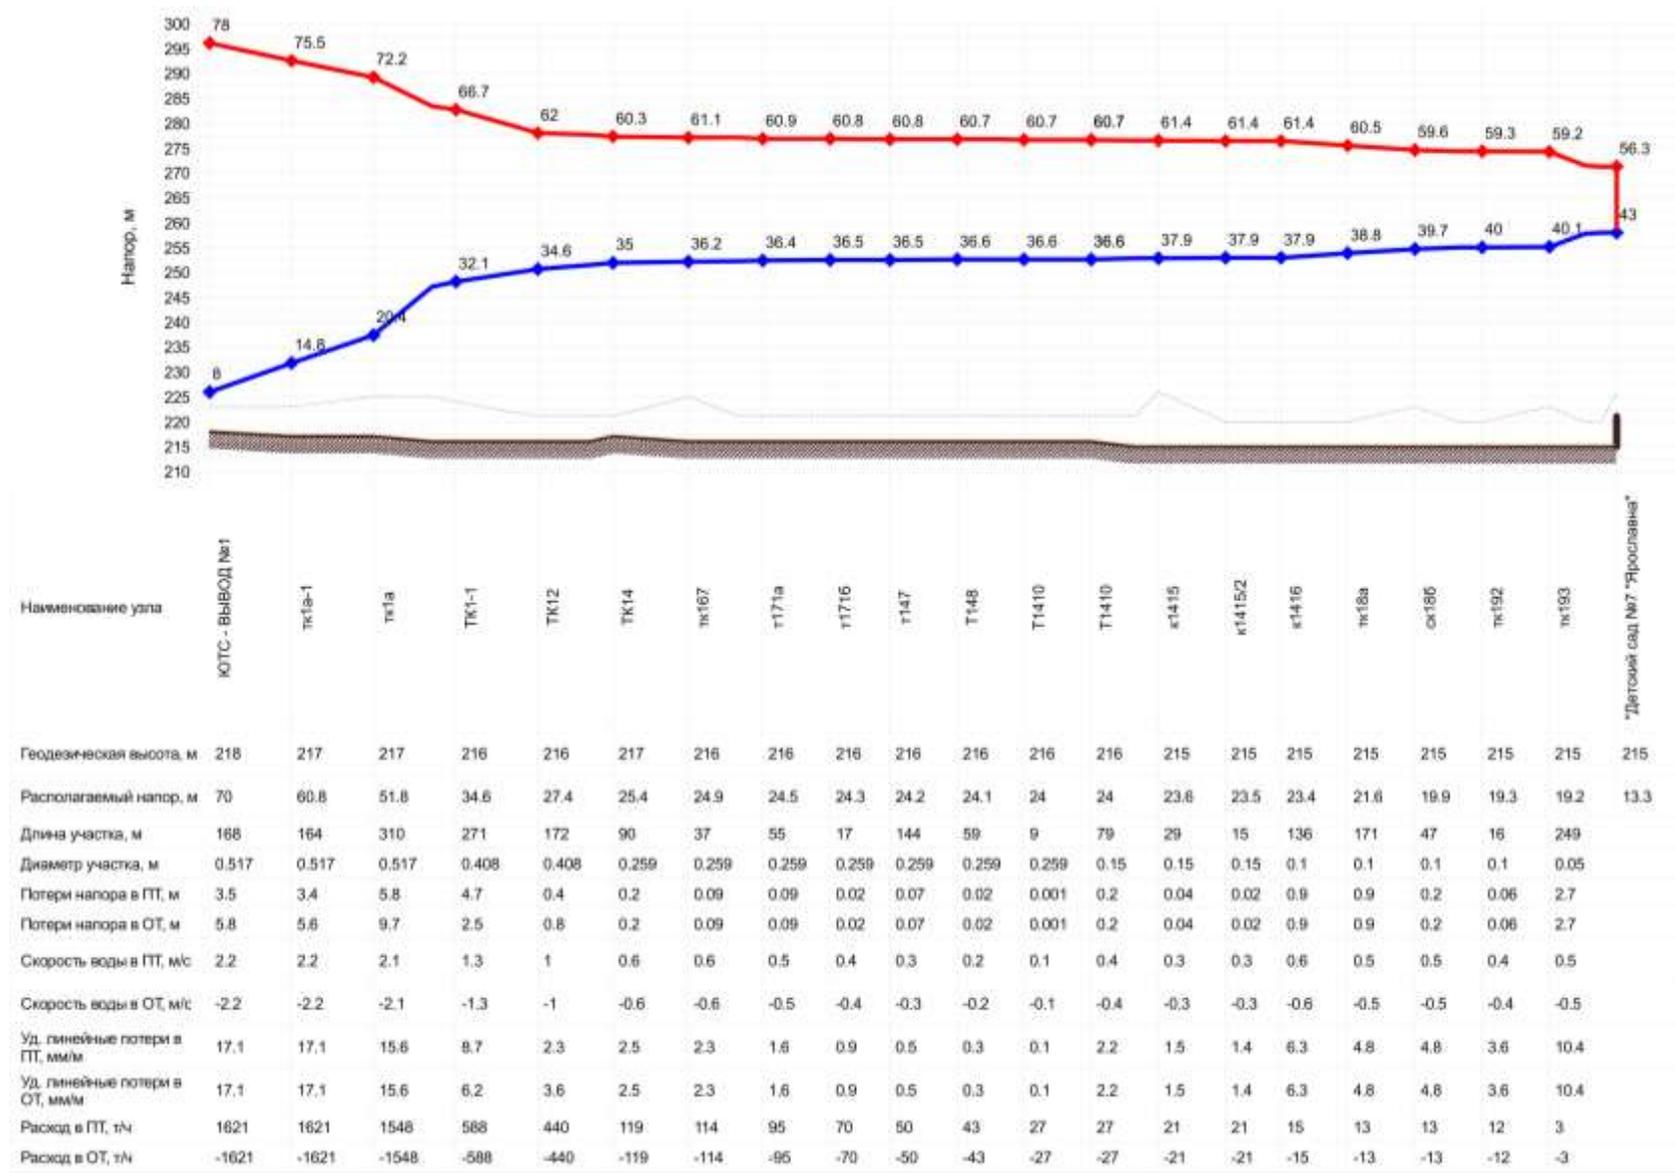

Рисунок 2 - Пьезометрический график от ЮТС, вывод № 1 до здания по ул. Пролетарская, 284г
- расчетный путь от ЮТС, вывод № 1 до здания по ул. Пролетарская, 284г (рисунок 1), основные характеристики теплопровода и режимные параметры теплоносителя (таблица 1), результаты гидравлического расчета, пьезометрический график и (рисунок 2);